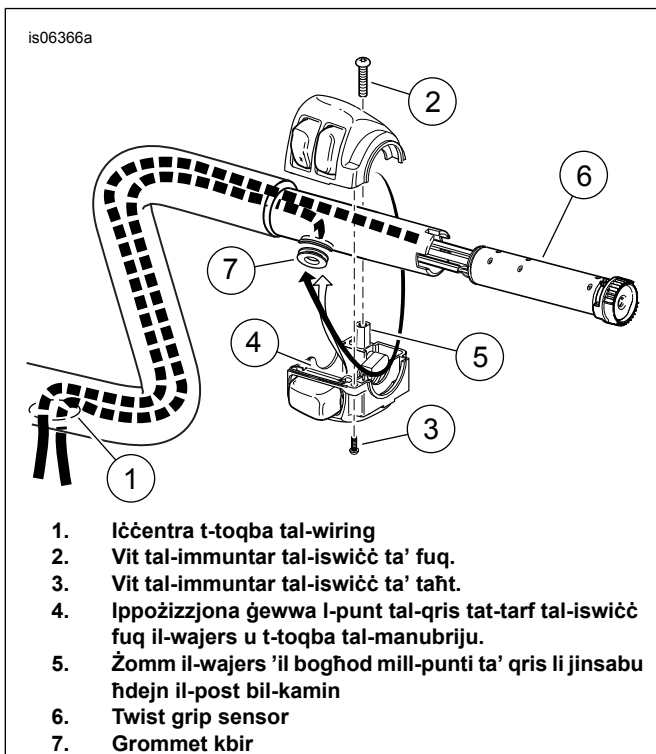

Figura 7. Il-Housing tal-Iswiċċ u r-Router tal-Wajer tas-Sensur tat-Twist Grip (Softail tal-2008 u Iktar Tard)
15. Dawwar bit-tejp t-truf (L) tal-gruppi tal-harness tal-par iktar twil flimkien u b'mod issikkat biżżejjed sabiex jiġu mgħoddija faċilment ġol-manubriju. Applika liega ħafifa ta' likwidu tas-sapun, prodott tat-tindif tat-twieqi jew lubrikant ta' użu generali mal- **kollezzjoni tal-wajers** tas-sensur tal-gripp tal-brim
16. Ara Figura 7 . Għaddi l-gruppi tal-wajers tas-sensur tat-twist grip mit-tarf fil-manubriju tan-naħa tal-lemin u lejn il-fetha l-kbira fiċ-ċentru tal-iżbarra waqt li ddaħħal it-tabs tal-indiċi fuq is-sensur tat-twist grip fl-islotts fit-tarf tal-manubriju. Tabs u daħliet ta' qisien differenti jipprevjenu milli l-assemblaġġ jiġi installa b'mod inkorrett.